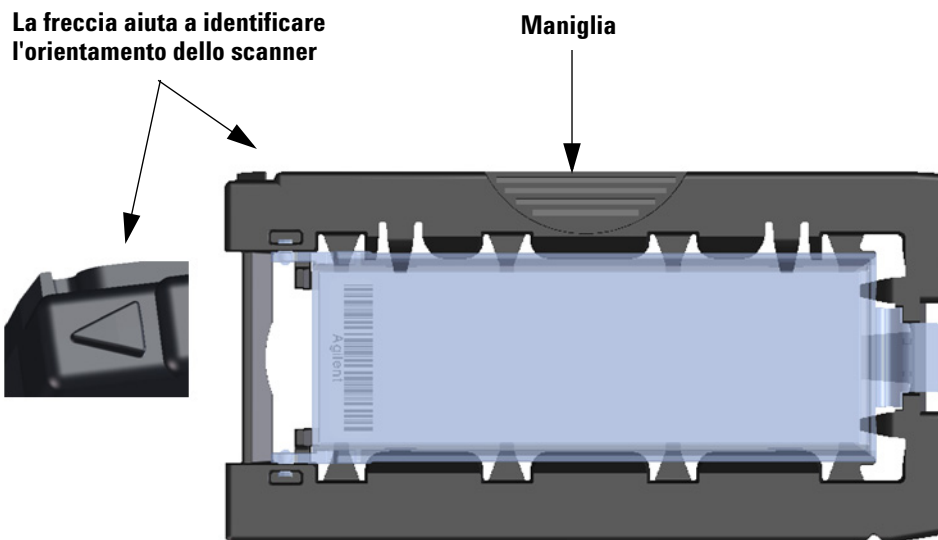

Figura 43 Il portavetrini aiuta a inserire i vetrini in modo appropriato
- 2 Sollevare il portavetrini utilizzando la maniglia. Se si solleva correttamente il portavetrini, la freccia sulla parte alta del portavetrini è rivolta verso sinistra. Vedere Figura 43.